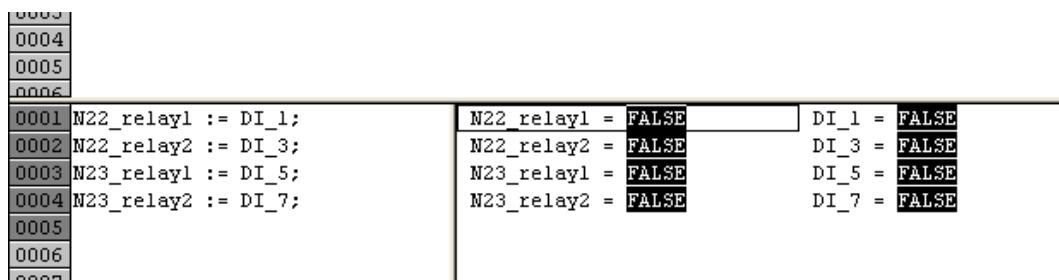

Рис. 16. Вид редактора PLC\_PRG POU в режиме эмуляции
1.7.4. Среда CoDeSys перейдет в режим эмуляции. Редактор программы **PLC\_PRG** примет вид как показано на рис.16: в левой части области кода ввода будет отображаться непосредственно код программы, а в правой – состояние её переменных.